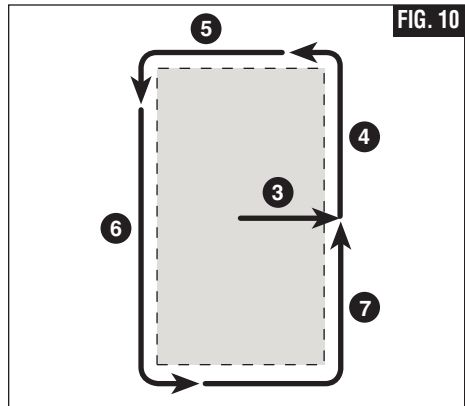

FIG. 10
**Paso 3:** Saque la broca lo suficiente como para deslizarla sobre el borde de la caja, de manera que ahora la broca se encuentre contra la parte exterior de la caja (Fig. 10).
aplique una presión ligera hacia la izquierda y hacia abajo (Fig. 10).
**Paso 5:** Mientras mueve la broca lenta y continuamente a lo largo del contorno superior, usted notará cuando la broca llega a la próxima esquina. Rodee la esquina y aplique una presión ligera hacia abajo y hacia adentro, hasta que llegue a la esquina inferior (Fig. 10).
**Paso 6:** Mueva la broca hacia la derecha y hacia arriba, manteniendo una presión ligera y continua hacia la caja (Fig. 10).
**Paso 7:** Rodee la esquina inferior derecha y comience a mover la broca hacia arriba, al mismo tiempo que aplica una presión ligera hacia la izquierda, hacia la caja, hasta que se encuentre con el corte inicial hacia arriba. Empuje el interruptor de la rebajadora para panel de yeso hasta la posición de apagado (Fig. 10).